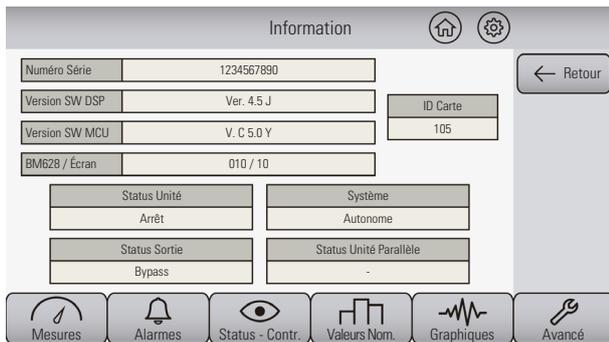

Fig. 40a. Écran montré lorsqu'on appuie sur .
- Tapez sur l'icône placé dans le menu latéral  de l'écran d'accueil de l'ONDULEUR à déterminer. On va se montrer sur l'écran une représentation similaire à celle de la suivante Fig. 40a, où l'information montrée pourra varier.